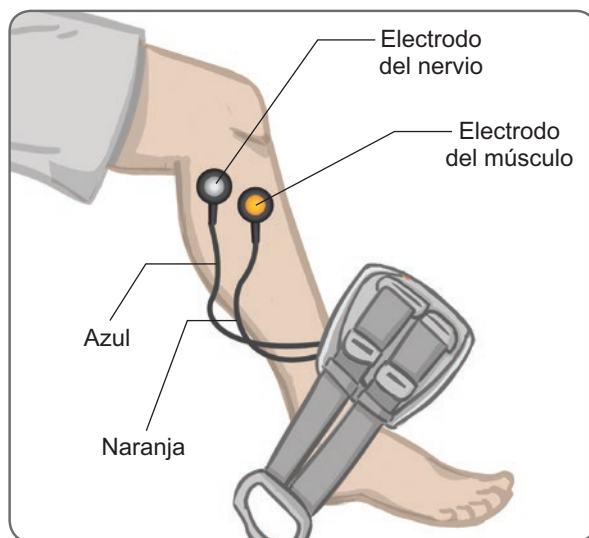

Ilustración 8-4: Cable conector conectado
3. Conecte los extremos naranjas del cable conector a la base del electrodo del músculo y el orificio de enganche naranja de la banda de EF. Consulte la ilustración 8-4.
4. Conecte los extremos azules del cable conector a la base del electrodo del nervio y al orificio de enganche azul de la banda de EF. Consulte la ilustración 8-4.
5. Coloque la banda de EF de la parte inferior de la pierna junto al pie del paciente. Consulte la ilustración 8-4.